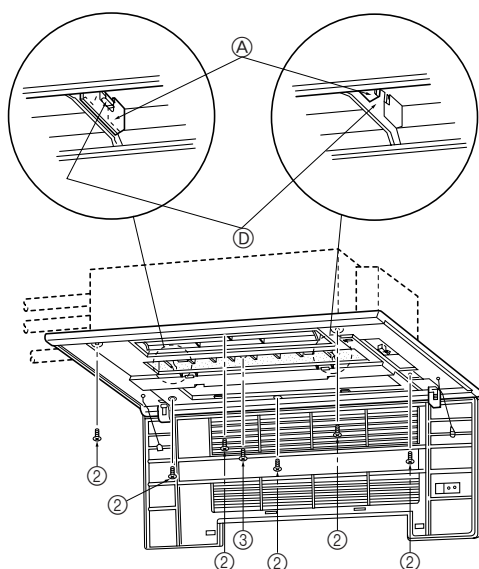
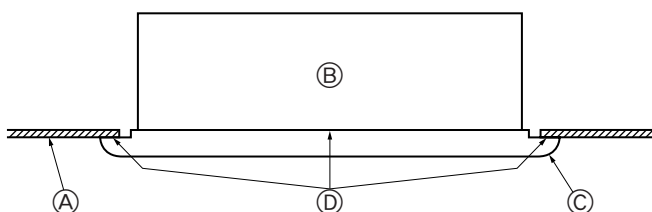

Fig. 5-5
Fig. 5-6
- Stel het voorpaneel zo af dat dit precies past in de hoek tussen het plafond en de muur en breng de montagebouten ② (meegeleverd bij de rooster) aan op de vier plaatsen, links en rechts. Draai de bouten nog niet helemaal aan. (Fig. 5-5)
- Draai de bevestigingsbouten ② nu aan en draai ook de bevestigingsschroeven ③ op drie plaatsen in het midden aan.
- Draai uiteindelijk de bevestigingsbouten ② op de vier plaatsen, rechts en links aan.
- Controleer nu of er geen naden zijn tussen het binnenapparaat en het voorpaneel en tussen het voorpaneel en het plafondoppervlak. Als er naden zijn, kan er wind in het apparaat komen, met als gevolg waterlekage (Fig. 5-6).
- * Draai de bevestigingsbouten ② en bevestigingsschroeven ③ helemaal aan.